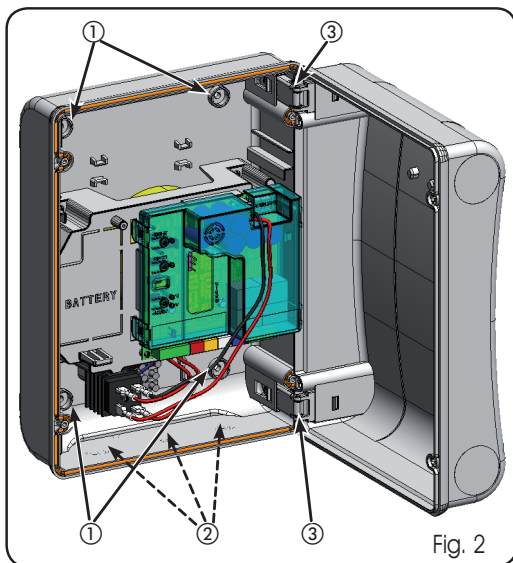
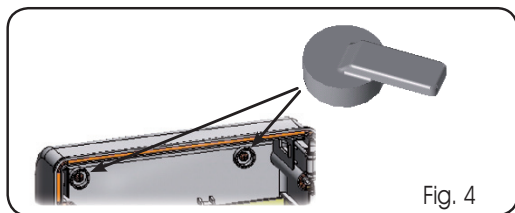

Fig. 2
Fig. 4
En la Fig.2 se indican los cuatro orificios Ø 5 mm para la fijación a la pared de la caja (ref.①), las tres predisposiciones para el montaje de los sujetacables M16/M20/M25 (ref.②) y las dos bisagras de la tapa (ref.③).
Una vez fijada la caja en la posición deseada, tape los orificios de fijación (ref.① Fig.2) y los tornillos utilizados para abrir la tapa hacia la derecha o hacia la izquierda, tal y como se muestra en la Fig.4.